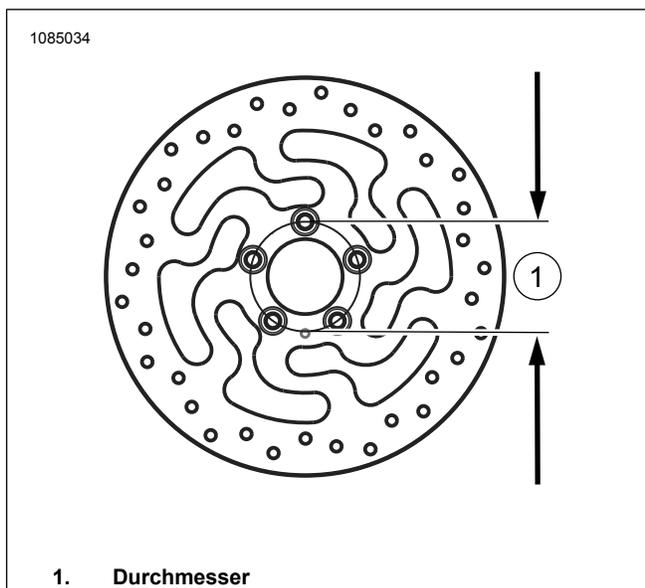

Abbildung 1. Disc Mounting Hole Diameter
1. Siehe Abbildung 1. Die vorhandene Vorderradbaugruppe abmontieren und auseinandernehmen. If the front brake disc diameter does not measure 3.25 in., discard the discs. Save axle, axle nut, and wheel spacers for kit installation. Siehe Werkstatthandbuch.